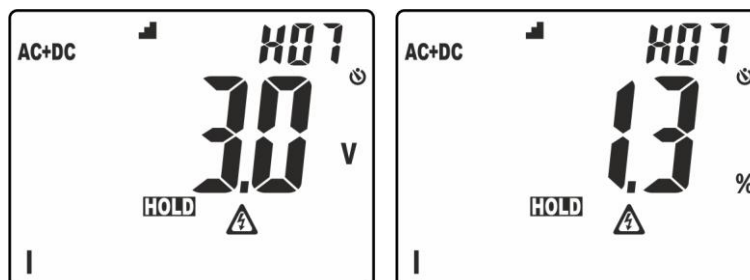

Fig. 4: Visualización ordenamiento magnitudes análisis armónico
- Pulsación prolongada de la tecla (al menos 2s) para activar la función **H_{2O}** (**H**igher **H**armonic **O**rding) de ordenamiento de la amplitud de los armónicos. En tales condiciones, la función "HOLD" está automáticamente activada, el símbolo "**█**" está presente en pantalla, la barra gráfica está deshabilitada y el instrumento muestra el valor de las amplitudes de todos los armónicos comprendidos entre el orden 2 y el 25, en orden **decreciente** a partir del armónico de mayor amplitud como en la Fig. 4
En el ejemplo de Fig. 4 el armónico de mayor magnitud corresponde al orden 7. Pulse la tecla **▲** para observar las magnitudes de los restantes armónicos y pulse nuevamente la tecla **H/H%/H_█** para pasar de la visualización en valores absolutos o porcentuales. Gire el selector para salir de la función